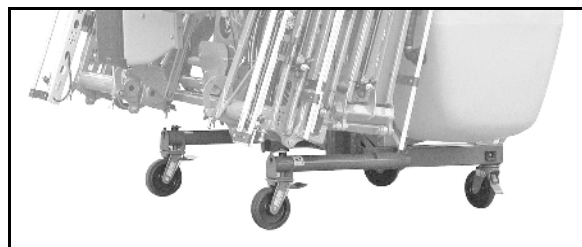

Fig. 8
- Béquilles droite et gauche (Fig. 8) permettant d'éviter que la machine déposée ne bascule